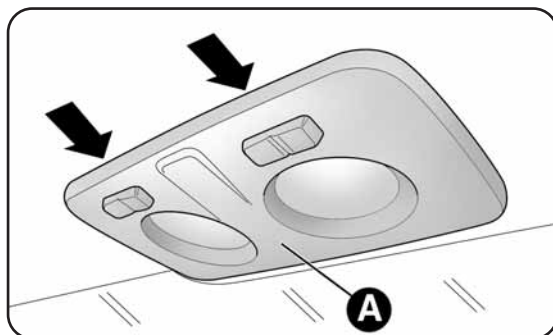
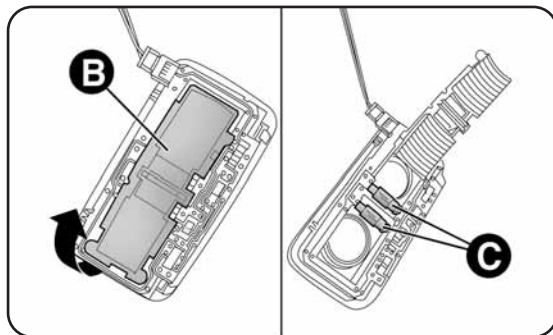

fig. 26
fig. 27
- agir sur les points indiqués par les flèches et ôter le plafonnier A-fig. 26 ;
- ouvrir la trappe de protection B-fig. 27 ;
- refermer la trappe B-fig. 27 et fixer le plafonnier A-fig. 26 dans son logement, puis vérifier qu'il soit bien bloqué.
**ATTENTION** Sur certaines versions, le plafonnier de la fig. 26 est monté en position arrière (en présence d'un toit ouvrant électrique). Pour le remplacement des lampes du plafonnier, reportez-vous à la procédure décrite au paragraphe « Plafonnier avant » de ce chapitre.